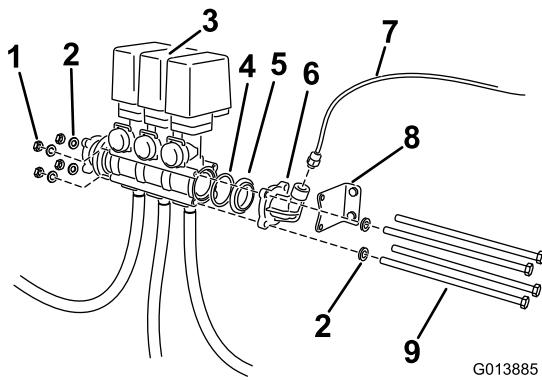

Figura 5
- Togliete i bulloni lunghi e gli elementi di fissaggio che reggono il gruppo valvola (Figura 5).
4. Rimuovete l'attacco per l'indicatore di pressione e l'adattatore maschio a maschio (Figura 5).